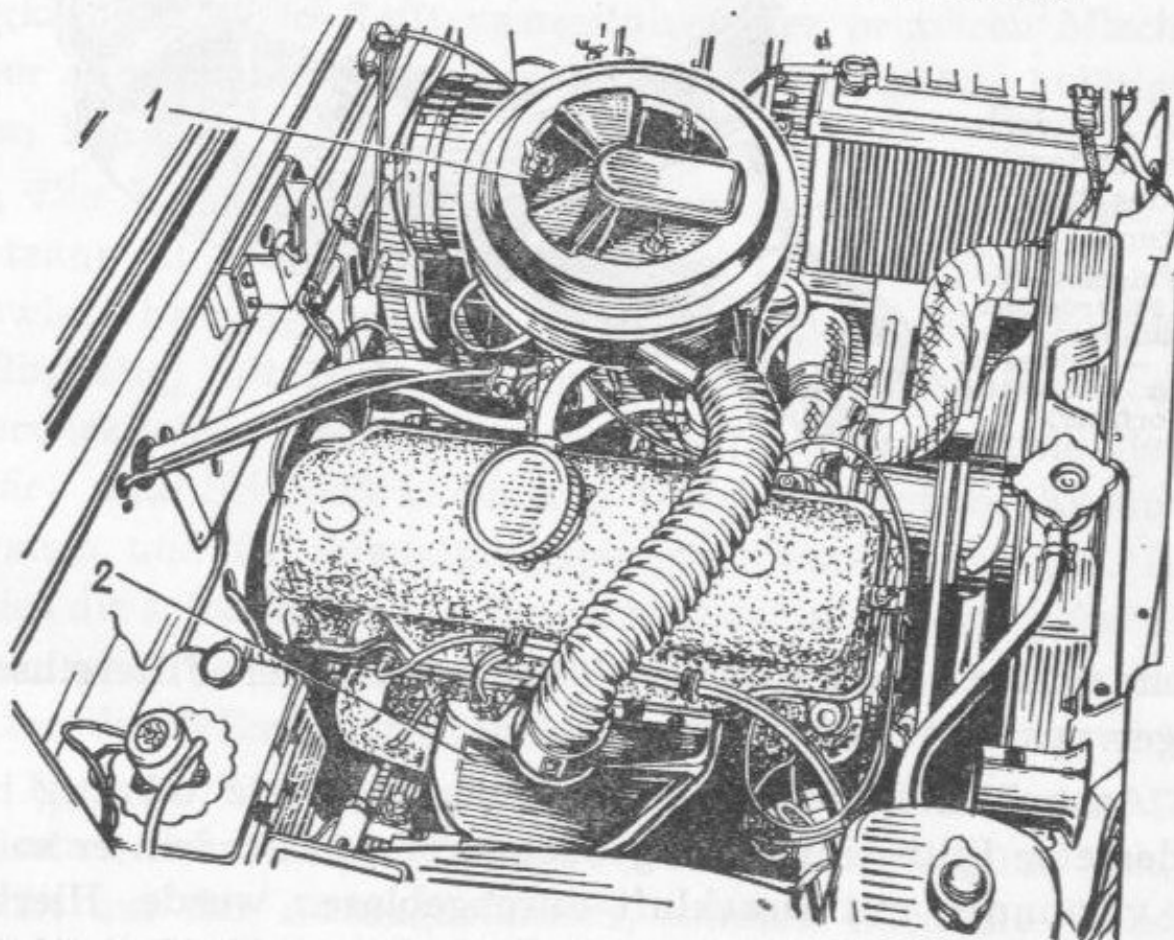

Bild 69. Luftfilter (der Schlauch ist zur Aufnahme vorgewärmter Luft eingestellt):
- zur Aufnahme vorgewärmter Luft — an Stutzen 2 (Bild 69).